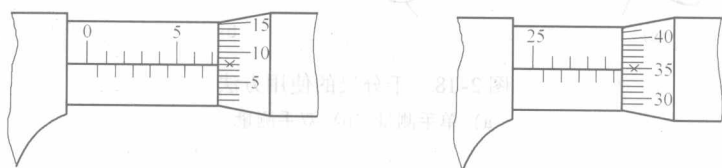

图 2-15 千分尺的读数方法
(2) 千分尺的刻线原理 千分尺螺杆的螺距为 0.5mm，当活动套筒转一周时，螺杆就推进 0.5mm。固定套筒（主尺）上每格刻度为 0.5mm，活动套筒圆锥面上共刻 50 格，因此当活动套筒转一格时，螺杆就移动  $0.5\text{mm} \div 50 = 0.01\text{mm}$ 。
(3) 千分尺的读数方法 使用千分尺测量尺寸时要先看清固定套筒露出的数值（毫米或半毫米）是多少，然后再看外套筒的刻线和固定套筒的横刻线所对齐的数值，最后将两个数值相加就是千分尺对工件的测量值，读数方法如图 2-15 所示。